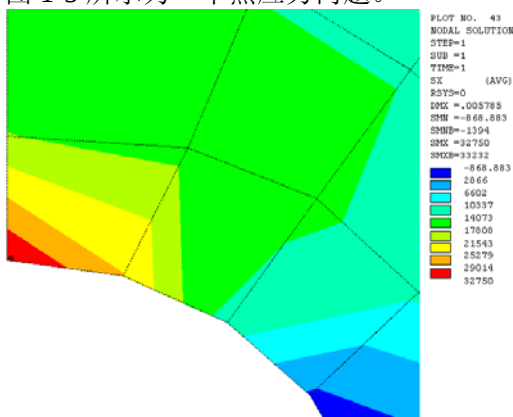

图 1-5 热应力问题
(2) 对于各种物理问题的适用性：由于用单元内近似函数分片地表示全求解域的未知场函数，并未限制场函数所满足的方程形式，也未限制各个单元所对应的方程必须有相同的形式，因此它适用于各种物理问题，例如线弹性问题、弹塑性问题、粘弹性问题、动力问题、屈曲问题、流体力学问题、热传导问题、声学问题、电磁场问题等，而且还可以用于各种物理现象相互耦合的问题。图 1-5 所示为一个热应力问题。